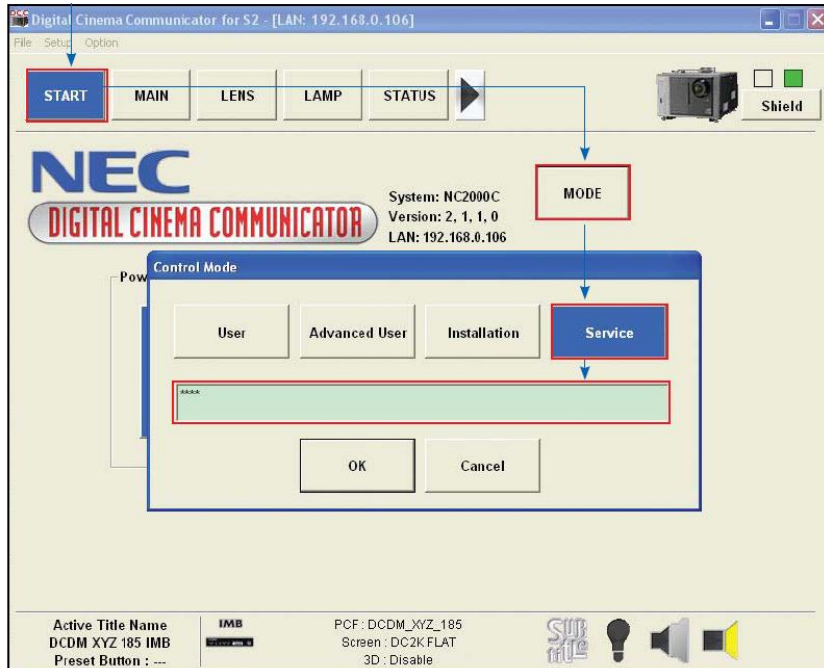

图 41 进入服务模式.
6. 选择 [Start] →[Mode] →[Service] 并输入服务密码来进入服务模式操作。(如图 41 所示)：